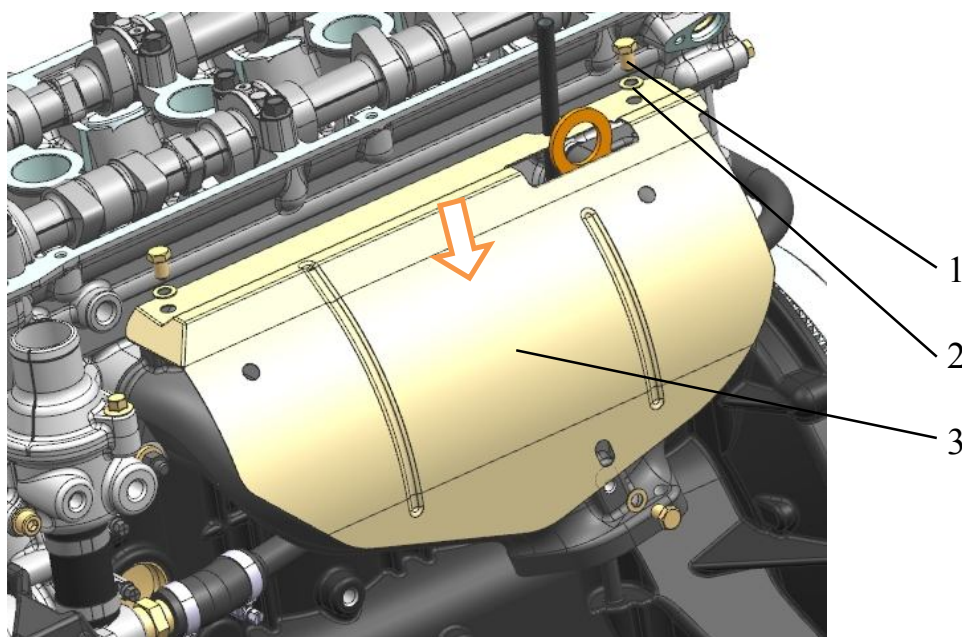

Рис.177. Установка теплоизоляционного экрана:
**23.** Установить и закрепить теплоизоляционный экран 3 (рис.177), затянув болты 1 крепления с плоскими шайбами 2 моментом 3,4...4,9 Н·м (0,35...0,50 кгс·м).